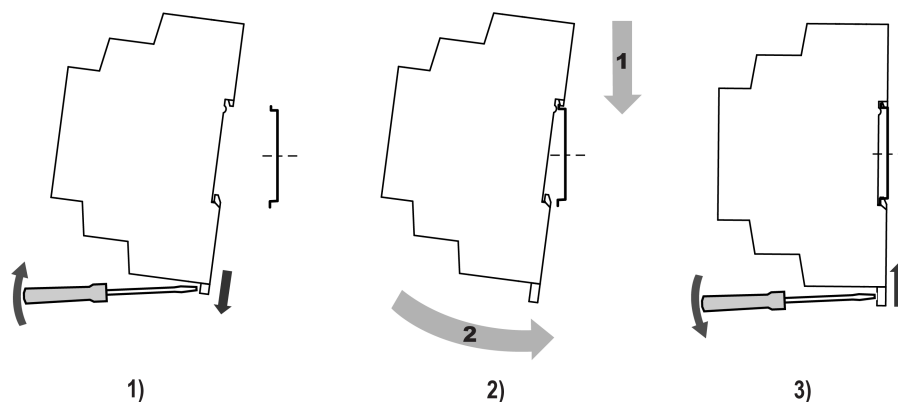

Рисунок 4.1 – Установка прибора
2. Установить прибор на DIN-рейку в соответствии с в направлении стрелки 1 (рисунок 4.1, 2);
3. Вставив отвертку в проушину, оттянуть защелку рисунок 4.1, 1).
4. Прижать прибор к DIN-рейке в направлении, показанном стрелкой 2. Зафиксировать защелку (см. рисунок 4.1, 3).
2. Прodelать действия с рисунок 4.1 в обратном порядке.